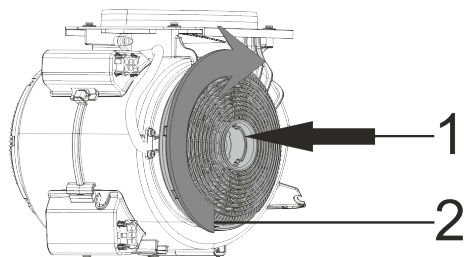

Fig. 10: KUL 10 & KUL 13
- 1- Placer kulfilterne på motorens sider (Fig. 10).
- 2- Sørg for at dreje kulfilterne med urets retning for at låse dem fast (Fig. 10).